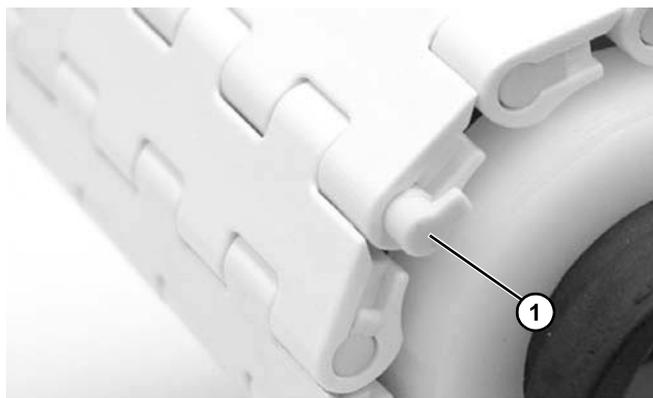

Figure 40
5. Insérer les capuchons d'extrémité (**Figure 40, élément 1**) des deux côtés de la bande.